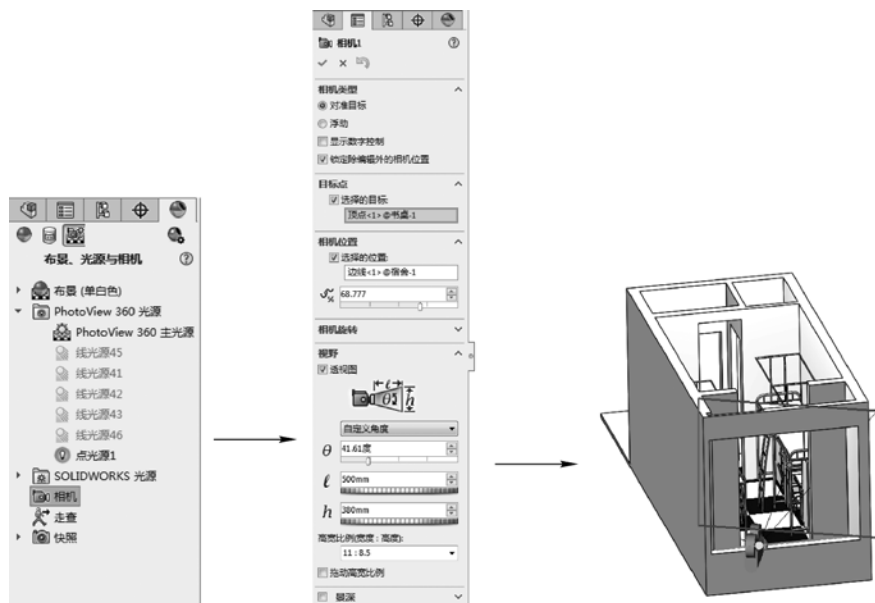

图 4-23 添加相机
STEP 3 右击“DisplayManager”选项卡“布景、光源和相机”列表项中的“相机”项，选择“添加相机”菜单项，打开“相机”属性管理器，然后通过选择一点设置相机的目标点，通过选择窗户底部的一条线，设置相机的位置，添加相机，如图 4-23 所示。